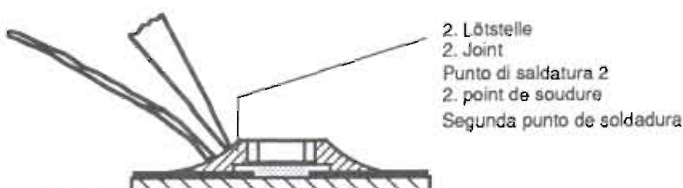

Fig. 5
5. Schritt: Freie Seite löten. Nach dem Erkalten die erste Lötstelle nochmals nachlöten (Fig. 5).
5. step: Solder the free end of the CHIP and resolder the first soldering point after it has cooled (Fig. 5).
5. Effectuer la même opération pour l'autre côté. Terminer la première soudure (Fig. 5).
5. Saldare la superficie di contatto libera e, dopo che questa si è raffreddata, saldare nuovamente la superficie opposta (Fig. 5).